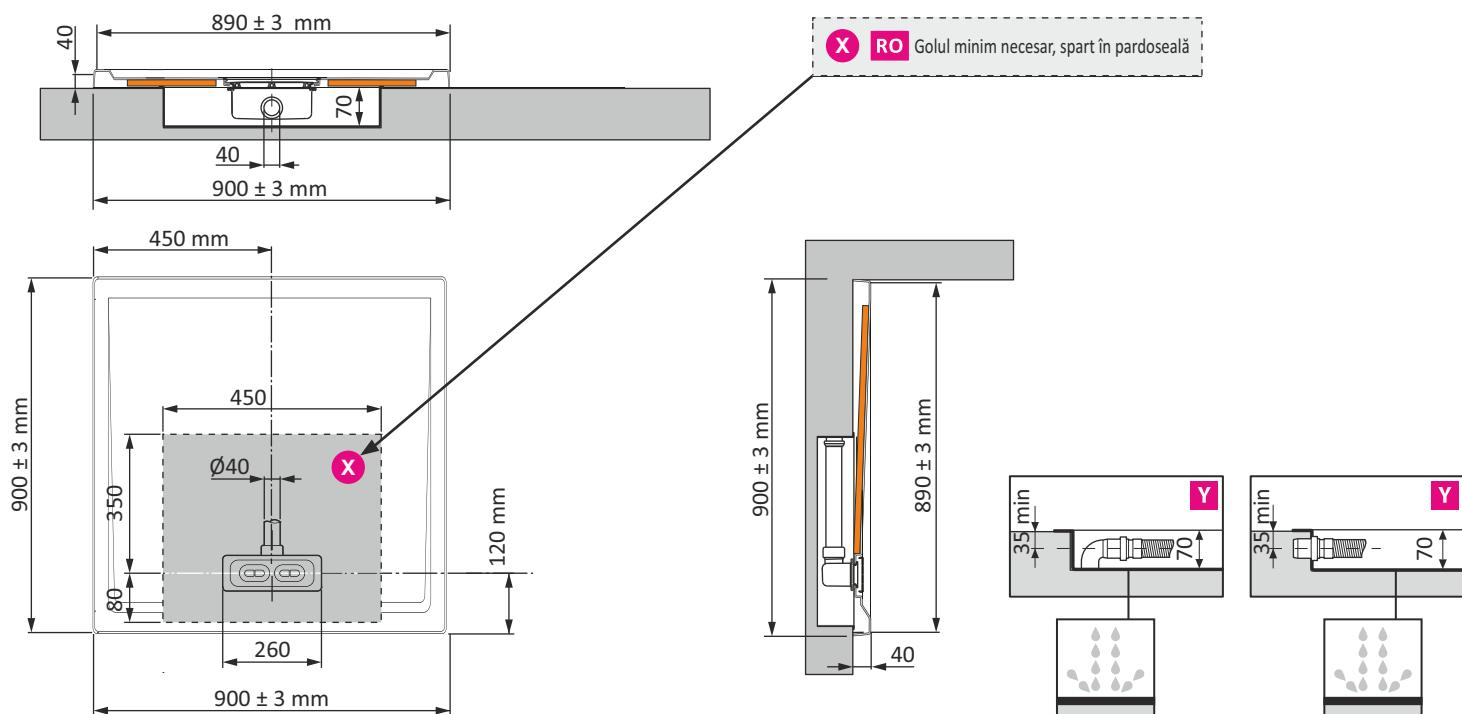

Fig. 2 Spargerea și săparea volumului necesar montării sifonului
- se va sparge, o suprafață dreptunghiulară, în pardoseală astfel încât să poată fi montat sifonul (Fig. 2), se va face sifonarea în vecinătatea cădiței pe traseul de scurgere;